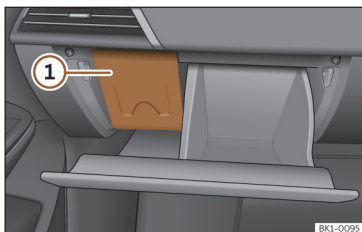

Abb. 180 Rechtslenker: Abdeckung des Sicherungskastens an der Instrumententafel, Beifahrerseite.
- Abdeckung von oben abnehmen >>> (Abb. 180) ①.